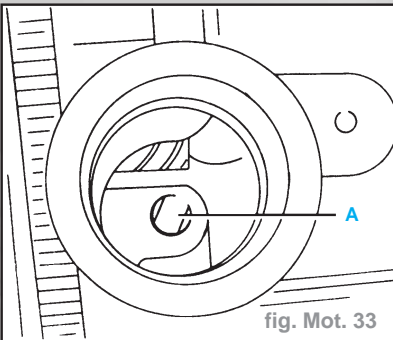

fig. Mot. 33
- Tourner la commande de la pompe à huile (A) jusqu'à la position représentée (fig. Mot 33).